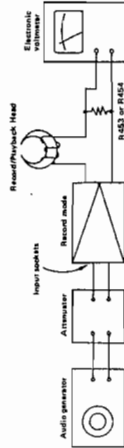

Figure 16-1
1. Make connection of instruments as shown in Fig. 16-1.
2. Short pins ④ and ⑥ at the secondary side of the bias oscillation coil (L801) to stop the oscillation.
- Die Instrumente gemäß Abbildung 16-1 anschließen.
- Die Stifte ④ und ⑤ auf der Sekundärseite der Vormagnetisierung-Schwingkreisspule (L801) kurzschließen, um die Schwingung zu unterbrechen.
- Comme le montre la Figure 16-1, effectuer le raccordement des instruments.
- Court-circuiter les broches ④ et ⑤ sur le côté secondaire de la bobine d'oscillation de polarisation (L801) pour faire cesser l'oscillation.